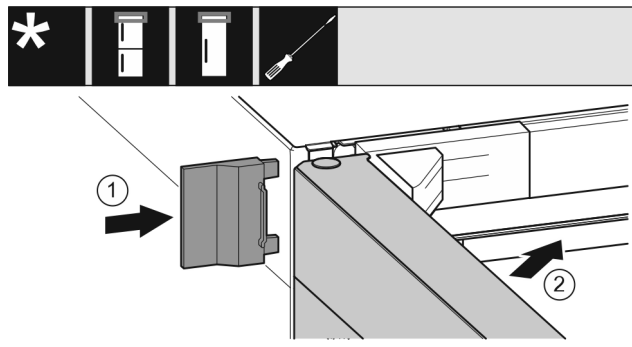

Fig. 23
- ▶ Shtyni kapakun mbulues të jashtëm. Fig. 23 (1)
► Mbyllni derën lart. Fig. 23 (2)